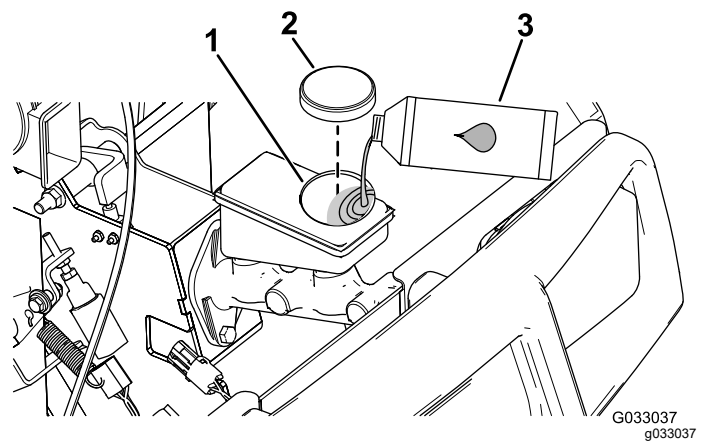

Figura 64
4. Sollevate il cofano per avere accesso al cilindro del freno principale e al serbatoio (Figura 64).
- A. Pulite l'area intorno al tappo del serbatoio e togliete il tappo (Figura 64).
- C. Montate il tappo sul serbatoio (Figura 64).